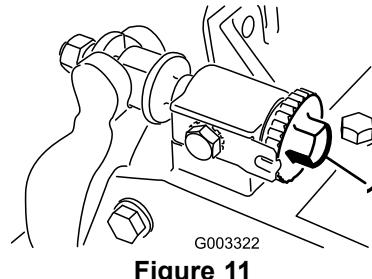

Figure 11
- 1. Placez le plateau de coupe sur une surface de travail plane et horizontale. Tournez les vis de réglage de la barre d'appui dans le sens antihoraire pour vérifier qu'elle ne touche pas le cylindre (Figure 11).
- Important:** Vérifiez que les écrous au bout des vis de réglage de la barre d'appui ne reposent pas sur la surface de travail (Figure 11).